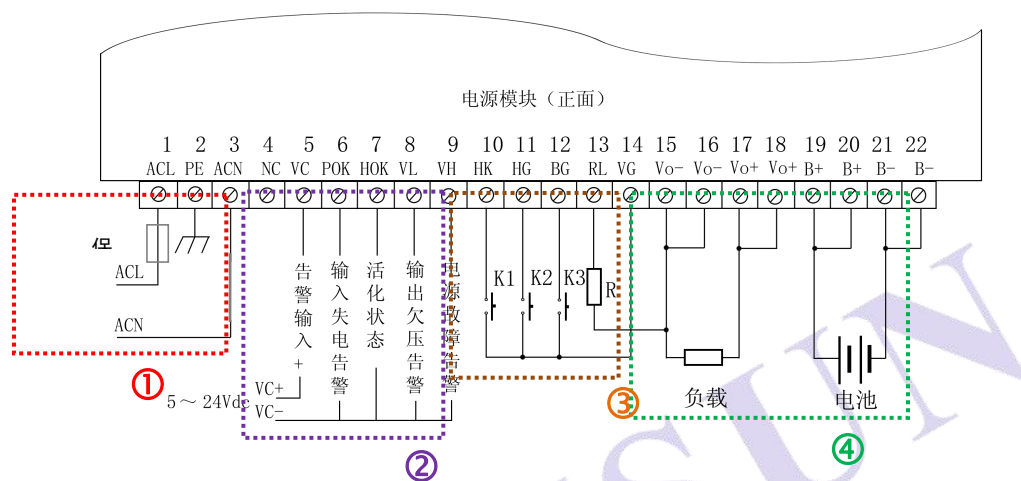

图 4-4 蓄电池充电电源典型应用电路
结合产品的内部功能框图，则在应用中主要包括四部分外接电路，如图 4-4 所示：
测试操作过程——按照图 4-4 完成线路连接(可以不接入②③)。输入端采用差分高压探头检测输入交流电压波形，输出采用示波器探头检测输出负载 Vo+/Vo-两端的电压波形，然
测试操作过程——按照图 4-4 完成线路连接(可以不接入②③)。采用示波器探头检测输出 Vo+/Vo-两端的电压波形，同时采用差分电流探头测试输出负载的电流波形。初步设置输出负载电流为典型负载电流，然后切换为最大负载电流(或者小于最大值均可)，持续时间 30s 内，输出电压正常。
测试操作过程（活化功能）——按照图 4-4 完成线路连接(可以不接入②③)。正常充电状态如下图充电状态所示；按活化启动键进入活化状态，放电和活化指示灯亮，见下图活化放电状态；按活化终止键，退出活化状态，放电和活化指示灯灭。在活化时，若电池储能不足，在输出电压降低至欠压保护点，见下图输出欠压状态，持续一阵子后将自动退出活化状态，放电和活化指示灯灭，又回到正常充电状态。
测试操作过程（电池控制）——按照图 4-4 完成线路连接(可以不接入②③)。正常工作状态下，然后断开市电，充电指示灯灭，电池不间断给负载供电，放电指示灯亮。此时，按
遥控功能应用设计参考——按照图 4-4 完成线路连接。接线说明：K1 K2 K3 为用户 CPU 等控制的继电器触点。